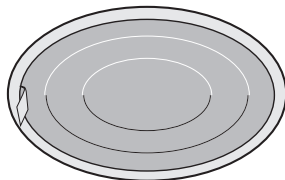

Fig. 7
2. Svitare il copri-lampada (Fig. 6), sostituire la lampada (per il tipo vedere nota) e riavvitare il copri-lampada (Fig. 7).
Filtro grassi (Fig. 7)